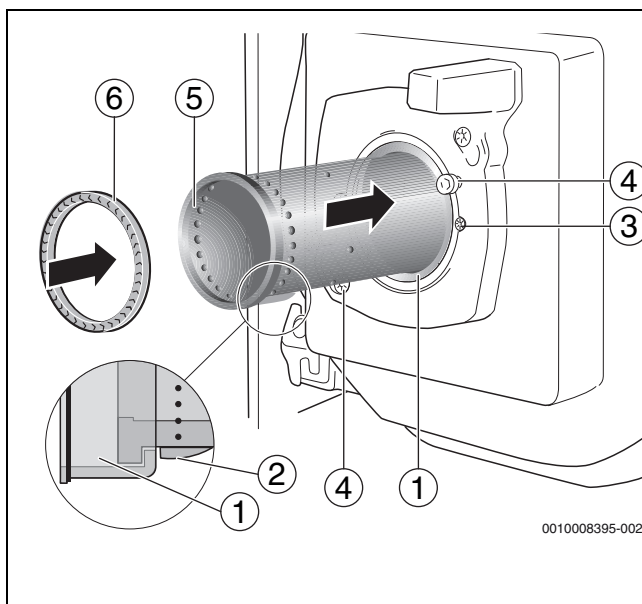

Bild 39 Brennerrohr austauschen
- ▶ Brennerrohr (→Bild 39, [5]) in das Stützrohr einsetzen. Dazu das Brennerrohr über die Nase (→Bild 39, [2]) hinweg bis gegen den Anschlag des Stützrohrs führen. Die Nase des Brennerrohres muss dabei nach unten zeigen und einrasten (→Bild 39, [Lupe]).
- ▶ Neue Dichtung (→Bild 39, [6]) einsetzen.
- ▶ Vor dem Einbau des Brenners die Dichtung (→ Bild 39, [6]) zwischen Mischsystem und Brennerrohr prüfen.
- ▶ Dichtung (→ Bild 39, [6]) in das Brennerrohr einsetzen.
- ▶ Brenner auf die beiden Schrauben im Brennerflansch (→ Bild 39, Pfeile) aufsetzen.